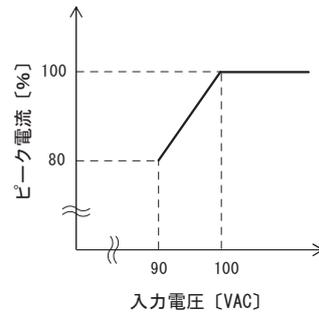

図6.2 入力電圧による出力ピーク電流
- ・ $I_p \leq$ 定格ピーク電流 [A] 図 6.2 参照